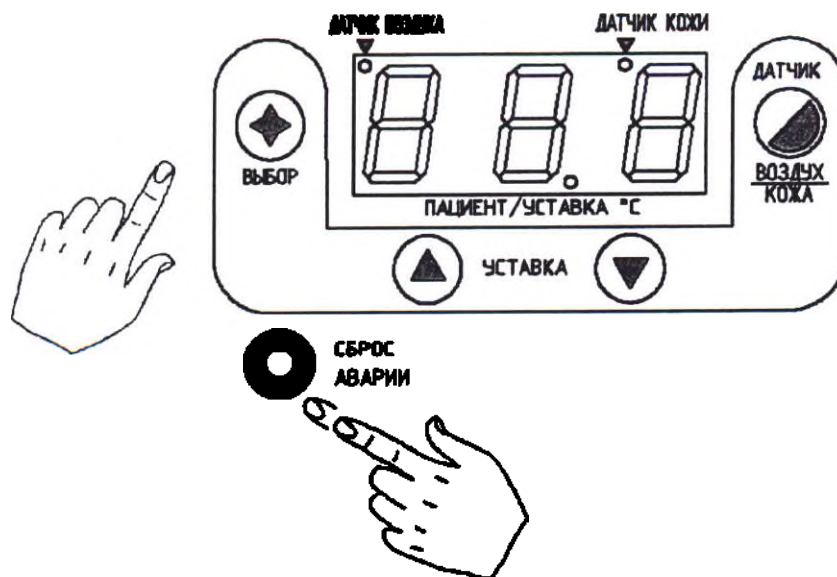

Рисунок 23
1.5.3 После включения питания, а так же для сброса аварии и восстановления нормальной работы инкубатора необходимо нажать кнопку **ВЫБОР** управления температурой и, удерживая ее в нажатом положении, однократно нажать кнопку **СБРОС АВАРИИ** (рисунок 23).